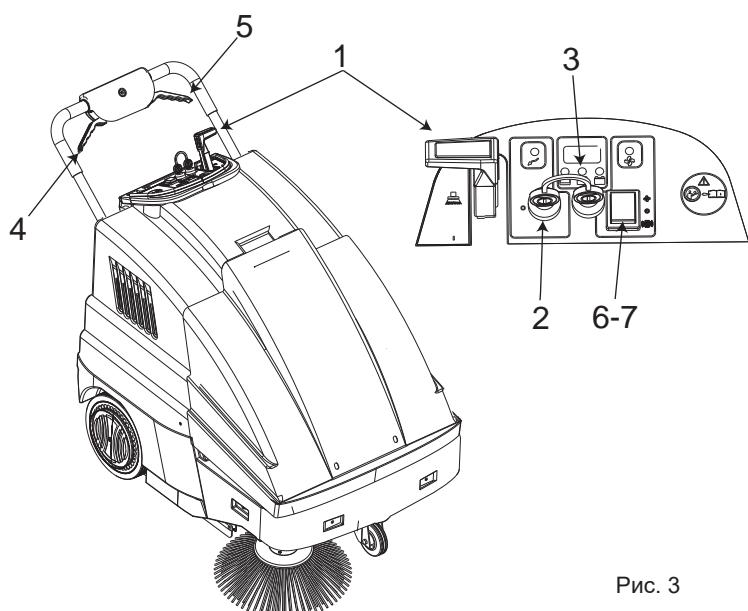

Рис. 3
- Установите рычаг подъема щетки (поз. 1, рис. 3) в положение «0».
- Установите переключатель с ключом (поз. 2 рис. 3) в положение «I».
- Повернув ключ, подождите примерно 10 секунд, пока машина не начнет работать. Перед началом работы проверьте по индикатору (поз. 3, рис. 3), что аккумулятор полностью заряжен, в противном случае зарядите аккумулятор.
- Включите всасывание, переведением переключателя (поз. 7 рис. 3) в положение «I».
**ПРИМЕЧАНИЕ** При при перемещении машины выключите всасывание; для этого переведите переключатель (поз. 7 рис. 3) в положение «0».
- Нажмите на рычаг тяги (поз. 4 рис. 3) и приступите к очистке. При необходимости, для установки боковой щетки, переведите рычаг боковой щетки (поз. 1 рис. 3) в положение «I». По завершении работы, если боковая щетка использовалась, переведите рычаг боковой щетки в положение «0», выключите машину и выньте ключи из панели управления.
Срок службы аккумулятора зависит от текущего технического обслуживания и уровня разряда. Не допускайте снижения заряда аккумулятора ниже предела, указанного индикаторами (поз. 3, рис. 3).